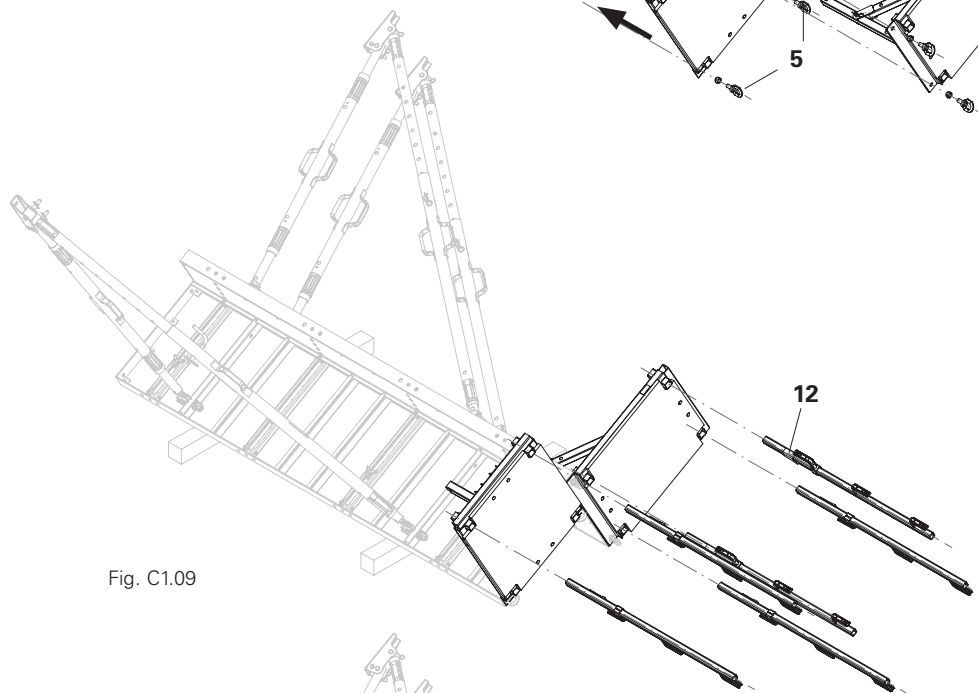

Fig. C1.09
2. Infilare il montante parapetto HSGP (12). (Fig. C1.09)